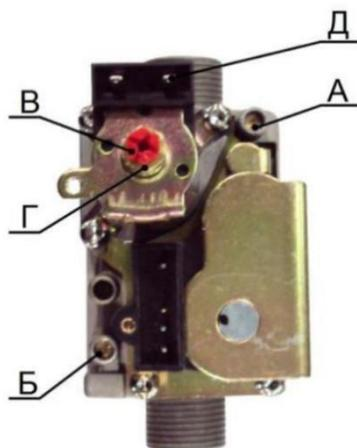

Рис.19
Открутить винт на штуцере (Б, рис. 19) и присоединить к штуцеру (Б) манометр.
- Отсоединить манометр и закрутить винт на штуцере (А) (рис. 19).